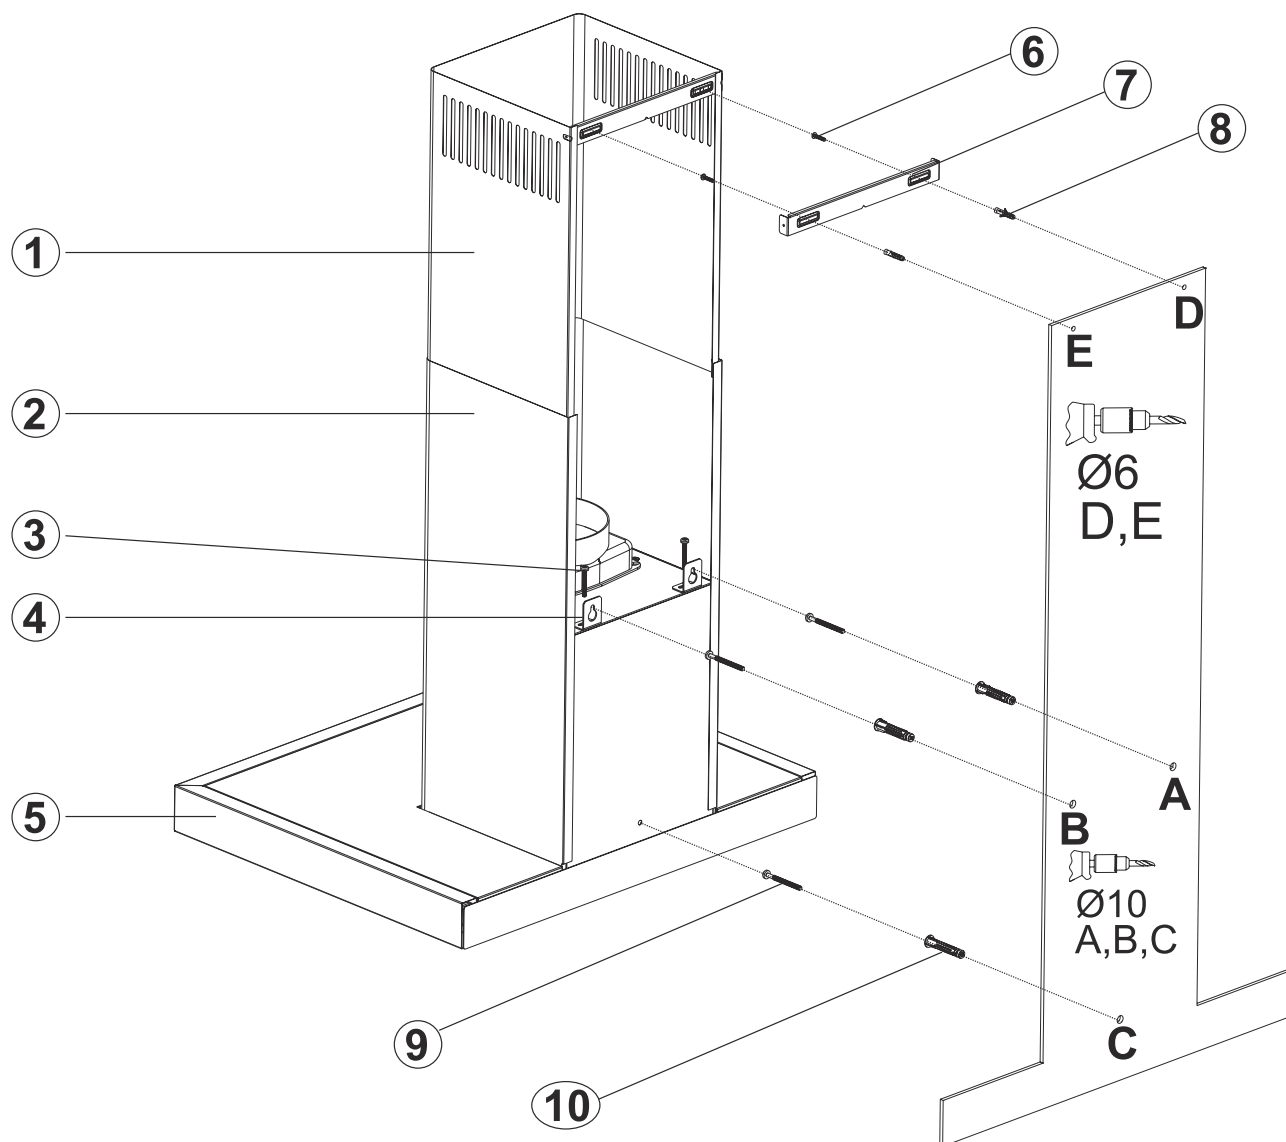

Fig. 16
2. Påsæt skabelonen på væggen alt efter ønskede højde på emhætten (bemærk vores anbefalinger mht. afstand ml. kogeplade og emhætte). Markere nu punkterne A, B & C. (Fig. 16).
3. Sæt nu Ø10mm rawplugs i hullerne A, B & C. Skru nu skruer på punkterne A + B og lad der være 5mm afstand ml. skruehoved og væg (Fig. 16).
4. ➤ Montere ophængningsbeslagene på emhætten med de medfølgende M5x35 skruer (Fig. 16).